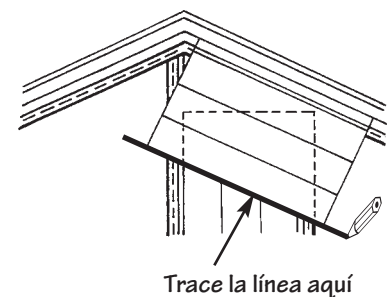

Figura 63.
- Haga un patrón para los cortes de los extremos a lo largo del hastial usando dos tramos de desecho de revestimiento (Figura 63). Trabe una pieza en la faja inicial al centro de la pared. Sostenga el borde del otro tramo en contra y alineado con la línea de techo. Marque el declive en el tramo vertical y corte en esa línea. Úsela como patrón para marcar y cortar los extremos de todos los demás paneles necesarios para este lado del borde del hastial. Haga otro patrón para el otro lado del hastial.